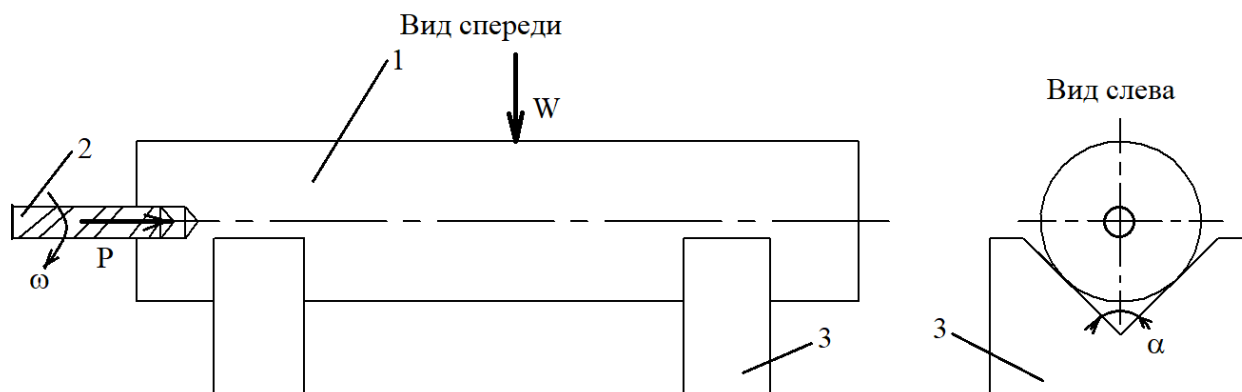

Рис. 2
На компьютеризированном горизонтальном обрабатывающем центре сверлится отверстие в детали привода электромобиля (рис. 2). Для этого цилиндрическая заготовка детали (1) устанавливается на призматические опоры (3), а вращающееся сверло (2) вырезает отверстие в ее торце. Со стороны сверла на заготовку (1) действует осевая